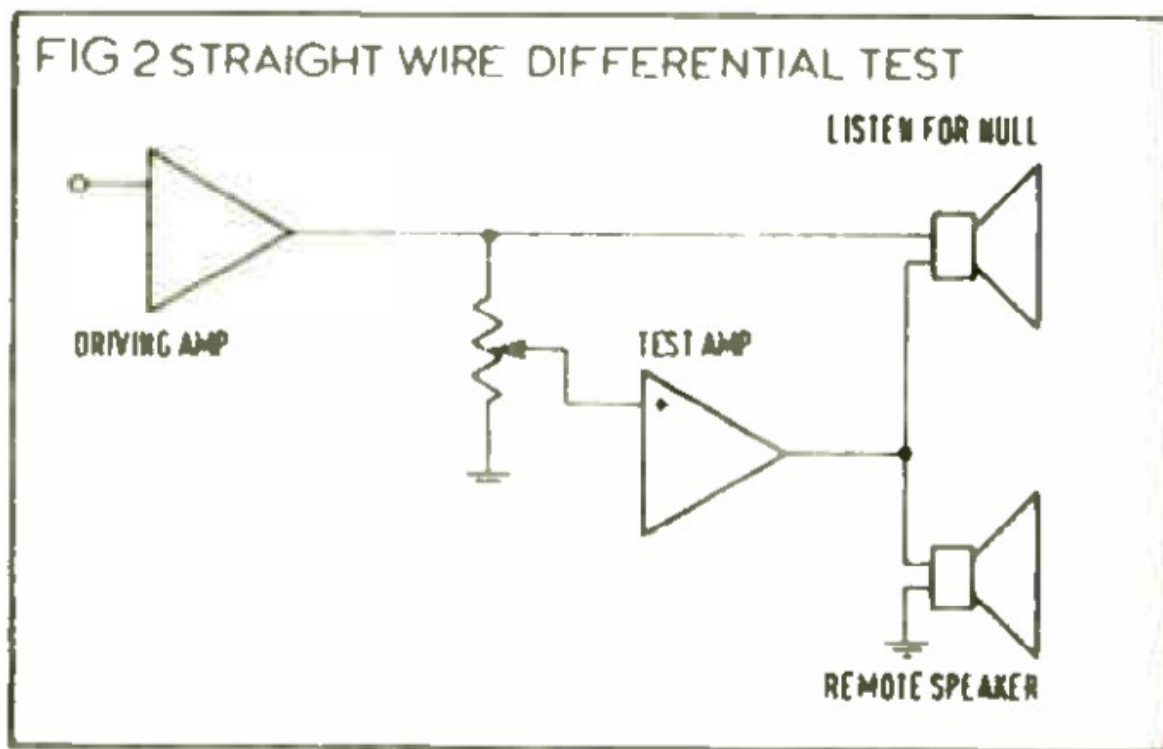

Fig. 2 SWDT - test
The preferred way to listen for distortion is what I call the straight wire differential test (SWDT). This arrangement is illustrated in fig. 2. Here again, one half of the stereo amplifier can be used to provide a low impedance driving source. The gain of the second half is set to unity to match the straight wire. In practically all power amplifiers, the input and output are in the same phase, so a transducer such as a loudspeaker can be connected from input to output in a differential mode. It is obvious that if input and output are identical, there will be no signal in the loudspeaker. Any sound audible after careful adjustment of the level will be distortion.
*Предпочтительный способ проверки наличия искажений — это так называемый дифференциальный тест с прямым проводом (SWDT). Эта схема показана на рис. 2. Здесь также одна половина стереоусилителя может использоваться для подачи низкоимпедансного источника сигнала. Коэффициент усиления второй половины устанавливается равным единице для согласования с прямым проводом. Практически во всех усилителях мощности вход и выход находятся в одной фазе, поэтому преобразователь, например, громкоговоритель, может быть подключен от входа к выходу в дифференциальном режиме. Очевидно, что если вход и выход идентичны, то в громкоговорителе не будет сигнала. Любой звук, слышимый после тщательной*